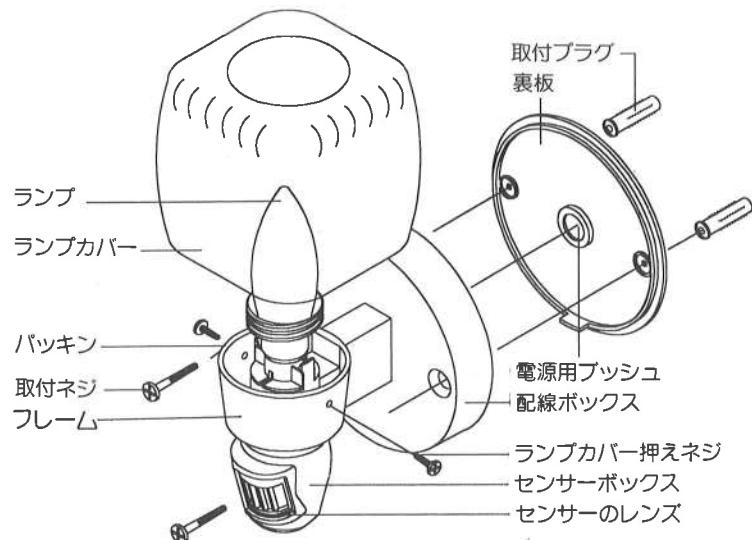

図 6
- 裏板の中央部の電源用ブッシュに穴をあけ電線を通して下さい。(図6、7参照)